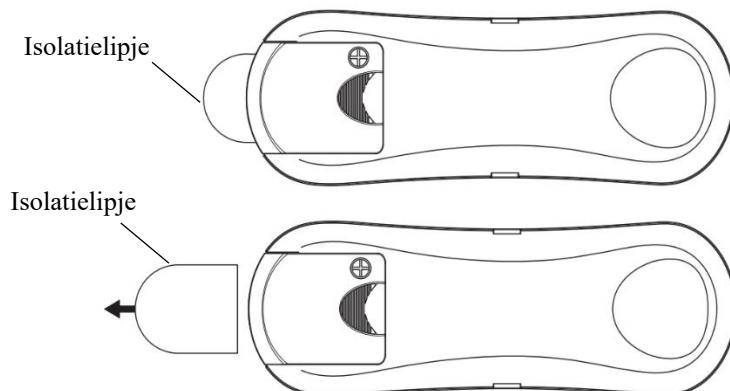

Fig. 10a
- De CR2032 batterij is reeds in de afstandsbediening geïnstalleerd. Voordat de afstandsbediening voor de eerste keer wordt gebruikt, trek het isolatielipje uit. (Fig. 10a)